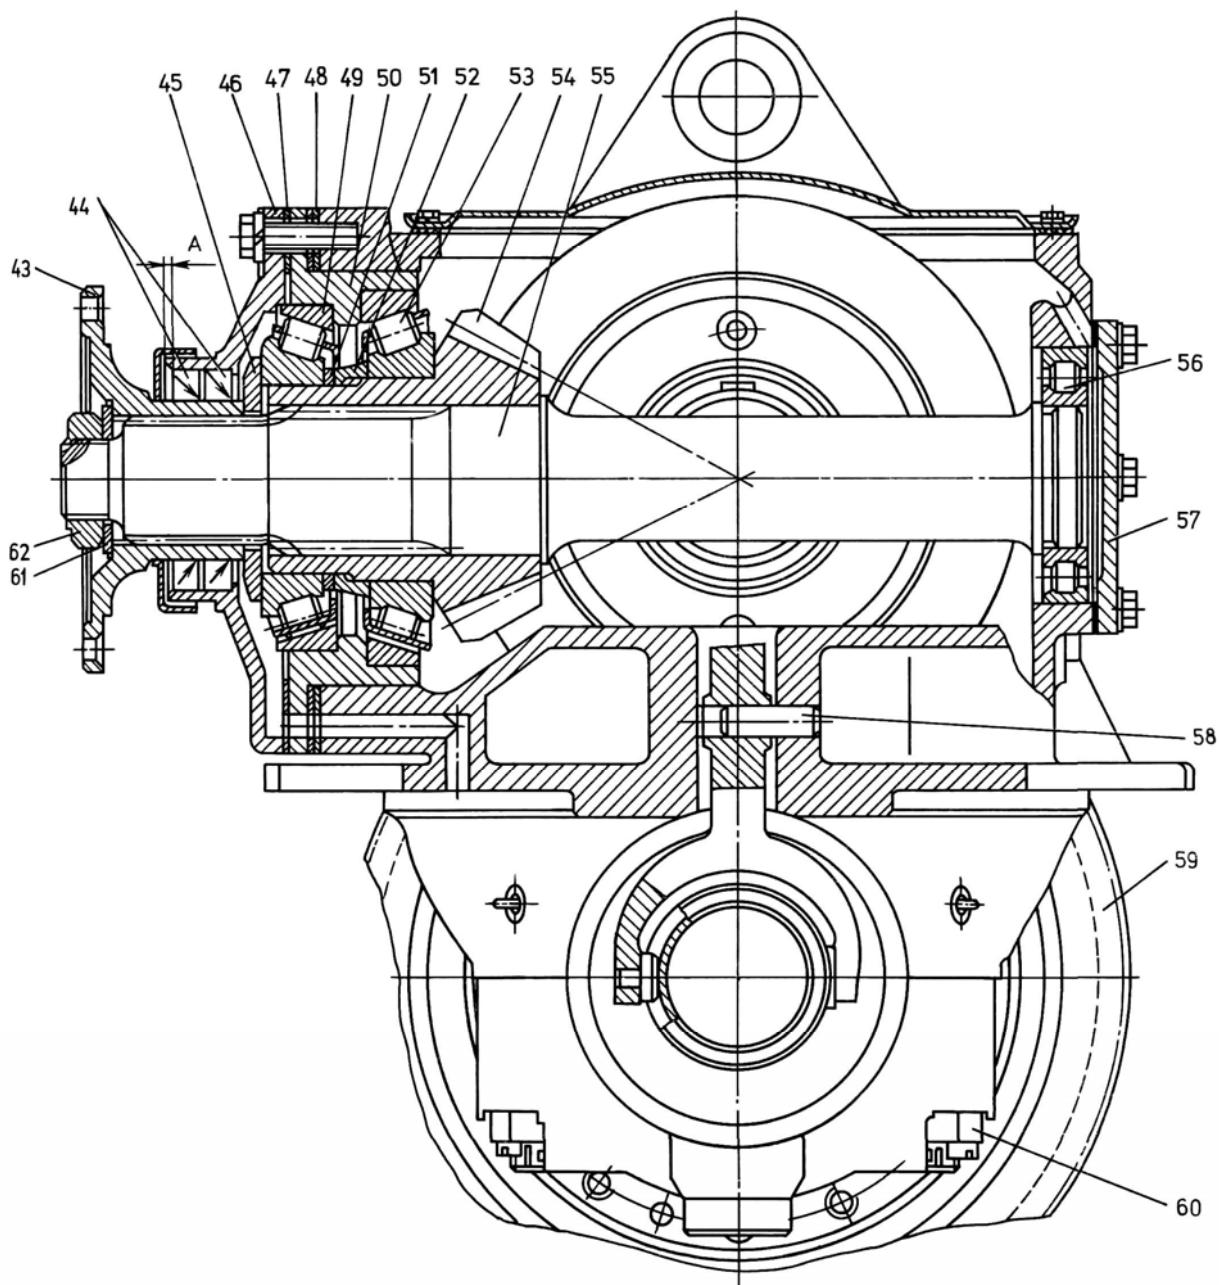
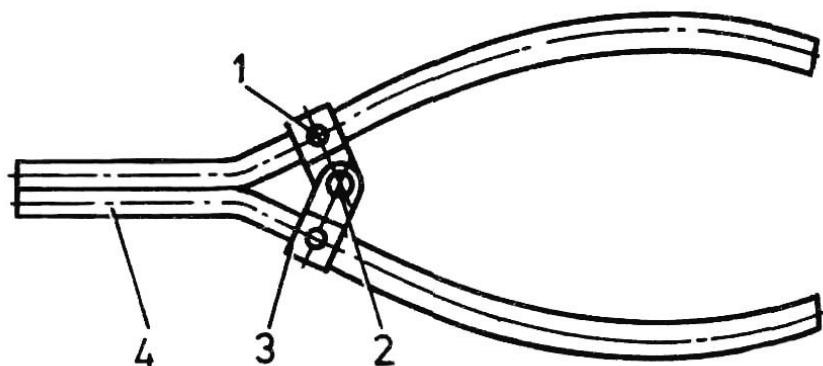

Рис.12. Редуктор главной передачи заднего моста:
Рис.13. Съемник для снятия стопорного кольца с втулки включения блокировки дифференциала:
1. Вывернуть из корпуса пневмокамеры блокировки дифференциала включатель 39 (рис.12) сигнализации, снять регулировочные прокладки 38.
18. Спрессовать с помощью съемника гнездо 7 (см. рис.12) правых подшипников в сборе с коническими подшипниками со ступицей ведущей цилиндрической шестерни 2. Спрессовать, используя оправку, из гнезда 7 конические подшипники 11.
2. Спрессовать с помощью съемника с вала 55 (см. рис.12) фланец 43 с отражателем. Снять крышку 46 в сборе с манжетами 44 и прокладку 47, выпрессовать (при необходимости) из крышки манжеты.
6. Выпрессовать с помощью съемника из картера 50 (см. рис.12) наружные обоймы роликовых подшипников 49 и 53.
2. Снять стопорное кольцо 29, используя съемник (рис.13), и вынуть из чашки дифференциала втулку 33 (см. рис.12) включения блокировки дифференциала и муфту 30.
3. Спрессовать с помощью съемника внутренние обоймы подшипников 24 (см. рис.12) с шеек чашек дифференциала.